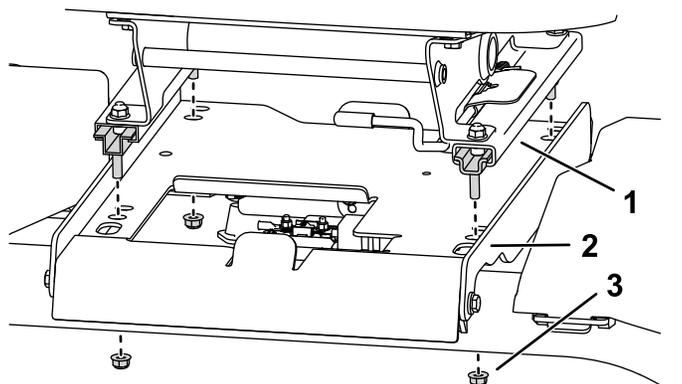

図3
4. シートレールをシートパンに固定しているナット4個を外し、座席を取り外す **図3**。